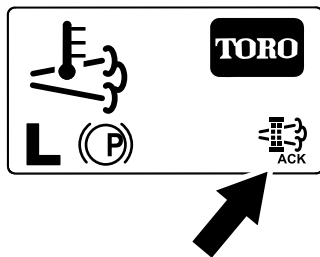

Figura 59
8. O InfoCenter apresenta o Ecrã inicial e o ícone de confirmação da regeneração (Figura 59) surge no canto inferior direito do ecrã enquanto a regeneração é processada.